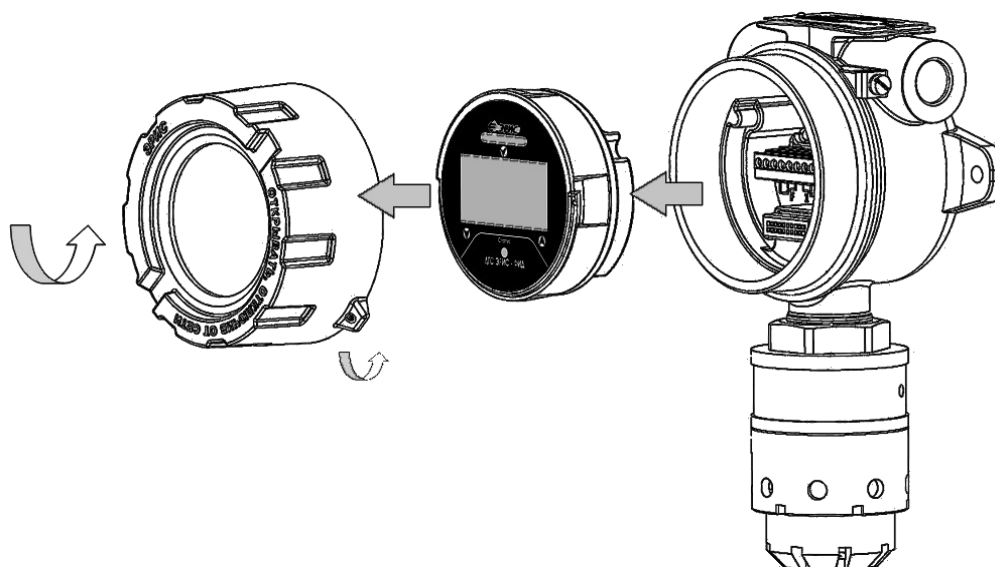

Рисунок 23- Схема разбора газоанализатора
1) Открутить стопорный винт на верхней крышке газоанализатора (рис. 23). Открутить крышку по резьбе руками, без использования дополнительных инструментов, проверить наличие уплотнительного кольца. Снять электронный модуль с разъемов, потянув его на себя за полукруглую ручку "дугу" (не делая вращательного движения). Во время проведения работ избегать попадания влаги в датчик.